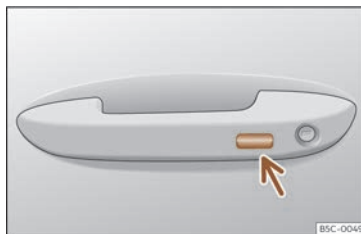

Fig. 83 Maneta de la porta: superfície sensora.
- **O BÉ** mitjançant el sistema Keyless Access (només tancament): Mantingueu un dit durant uns segons sobre la superfície sensora de bloqueig >>> **fig. 83** (fletxa) de la maneta de la porta perquè es tanquin les finestretes i el sostre. Si es deixa de tocar la superfície sensora s'interromp la funció de tancament.
Mantingueu un dit durant uns segons sobre la superfície sensora de bloqueig >>> **fig. 83** (fletxa) de la maneta de la porta perquè es tanqui el sostre. Si es deixa de tocar la superfície sensora s'interromp la funció de tancament.